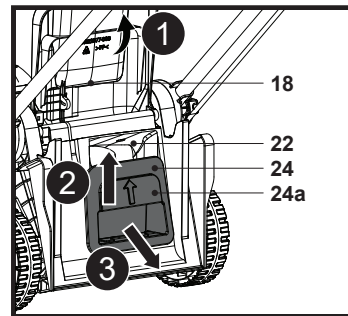

Fig. 14
2. Soulever la poignée encastrée (24a) et extraire l'obturbateur mulching (24) de la goulotte d'éjection arrière (22), puis retirer l'obturbateur mulching (24) (Fig. 14).